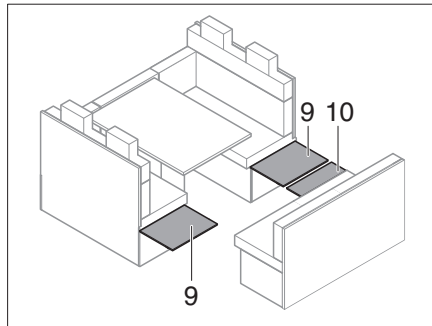

Fig. 232 Ouvrir les parois latérales
- Déplier les parois latérales du caisson d'assise (Fig. 232, 9) et la paroi avant du caisson d'assise (Fig. 232, 10) de la banquette longitudinale.